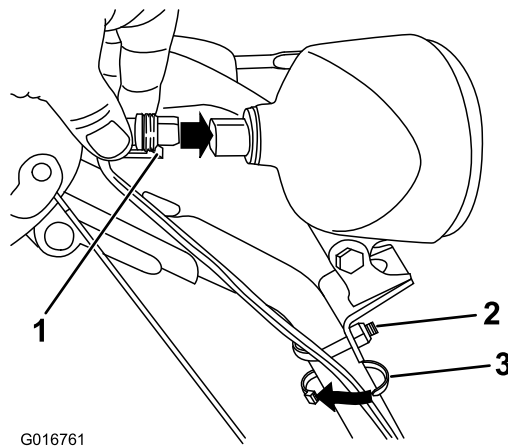

Figure 18
1. Branchez directement le connecteur qui est au bout du fil à l'arrière du phare et enfoncez-le bien en place (Figure 18).
**Remarque:** Assurez-vous que l'attache en plastique du connecteur se trouve en bas (Figure 18).
2. Attachez un serre-câble (pris dans le sachet de pièces détachées) autour du câble et du guidon à environ 2,5 cm au-dessous de l'étrier fileté (Figure 18).